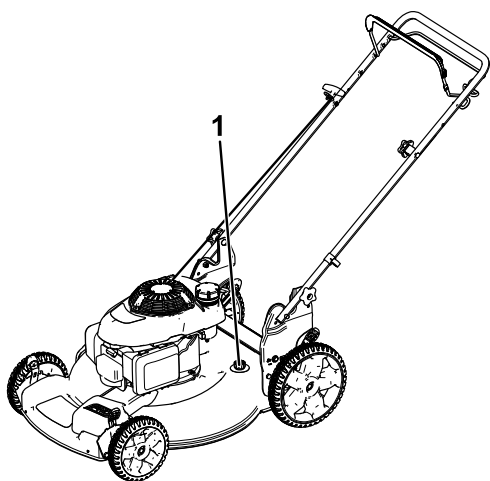

Figure 17
5. Branchez un tuyau d'arrosage, relié à une arrivée d'eau, au raccord de lavage (Figure 17).